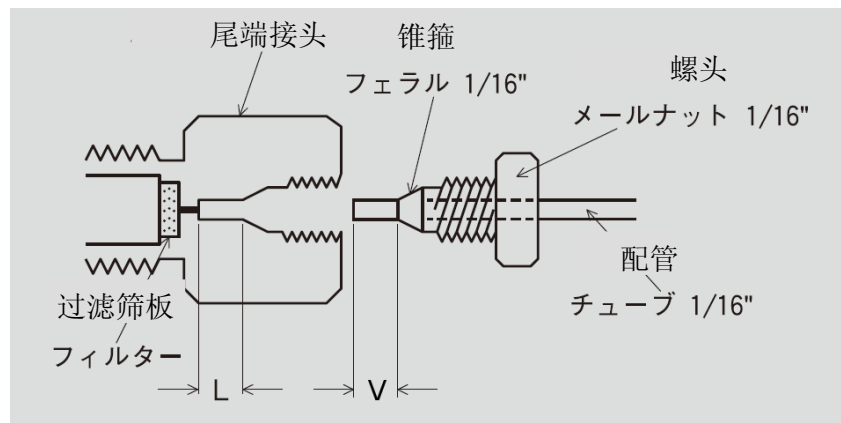

图 1 色谱柱的连接图
- ① 若为 SUS 规格，请确保装置的配管接头能够正确连接及锥箍前端的配管已插入接头里侧（参照图 1）。
按照图 1 所示进行配管连接。若配管不适合，特别是直接使用其他类型色谱柱所用配管(SUS 规格)时，锥箍前端的长度（图 1 中的 V）与尾端接头的长度（图 1 中的 L）经常会不同，因而引发故障。